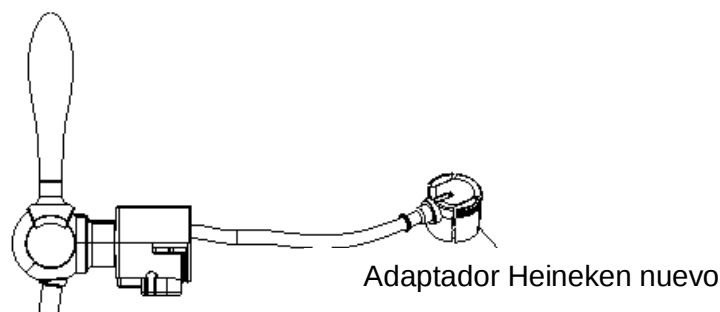

Figura 6: Sólo para toneles de 5 L
7. **PARA UN TONEL DE 5 L:** Reemplace el adaptador en el extremo de la tubería con el nuevo adaptador Heineken y acople el otro extremo al grifo del dispensador. Luego, inserte el adaptador al conector de salida de cerveza de la válvula (Figura 6).